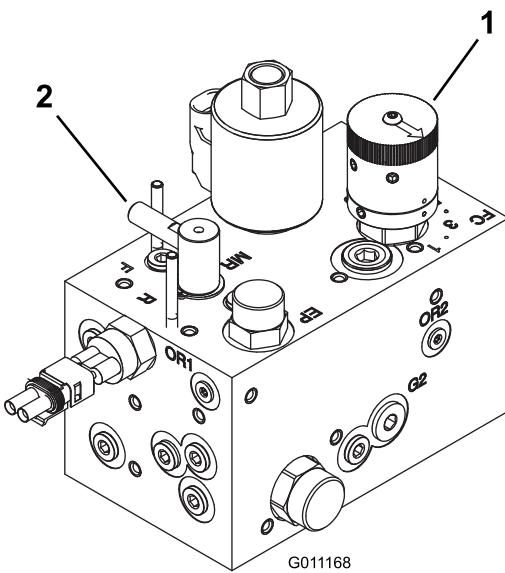

Figura 41
- Rode o manípulo de controlo da velocidade dos cilindros (Figura 41) para o número de definição determinado no passo 1.